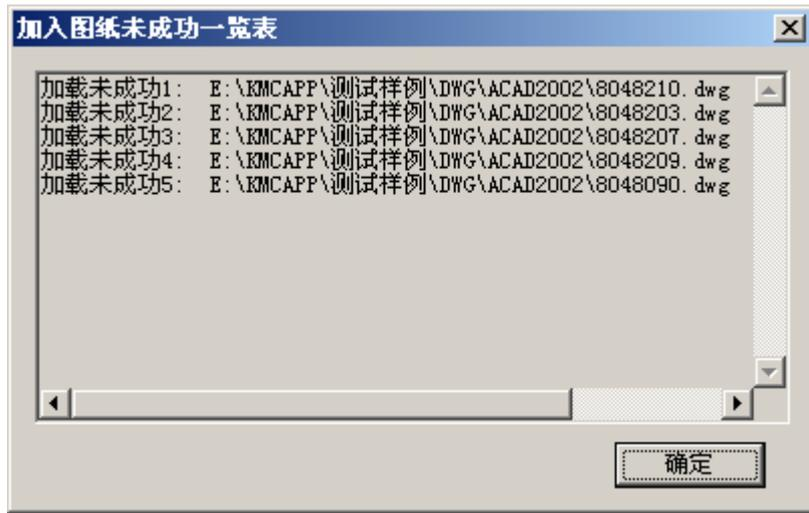

图 11.2-22
- ① 在打印中心加载 DWG 图纸时，可以单个加入也可以批量加入。打印中心自动按照节省纸张的规则对加入的图纸进行排列。如果用户不满意当前的排列方式，可点击工具栏中的按钮“”进行重新排列。
- ② 在加载图纸时，若弹出如图 11.2-22所示的提示信息，是因为用户没有设置输出文件的页面大小。请用户先在 AutoCAD 中设置 DWG 图纸的页面大小后，再重新加载进打印中心。